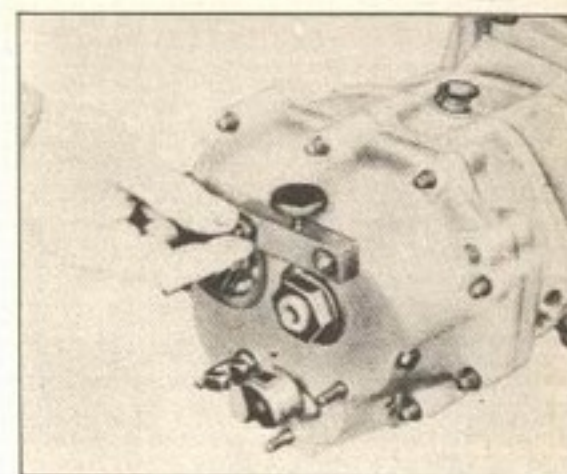

Fig. 23-K
d) — A fim de fixar a árvore do pinhão, aparafusa-se a peça de tração do dispositivo na tampa da caixa de mudanças (fig. 23-K).